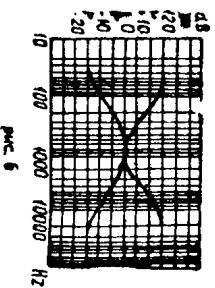

рис. 6
3. ЕСС 83 (J14)—предварительный усилитель, причём между двумя его системами включены тонкорректоры. Тонкорректоры имеют своеобразные характеристики (рис. 6).